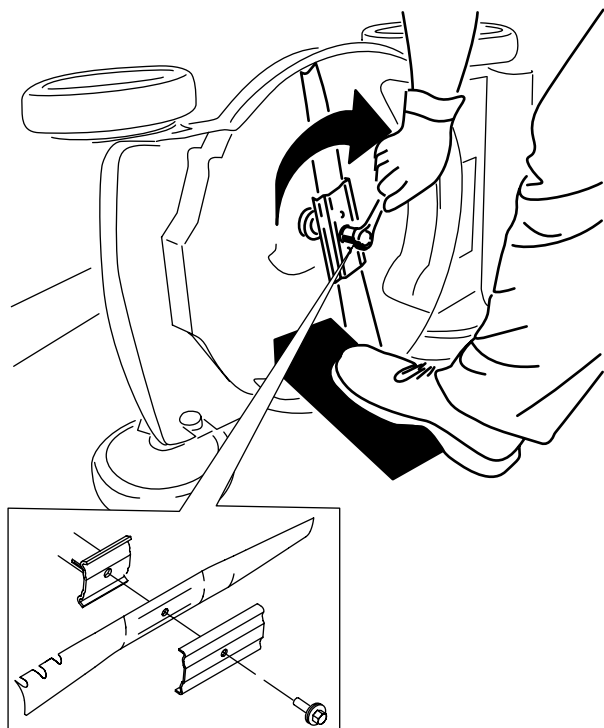

Figure 32
5. Montez la nouvelle lame et toutes les fixations (Figure 32).